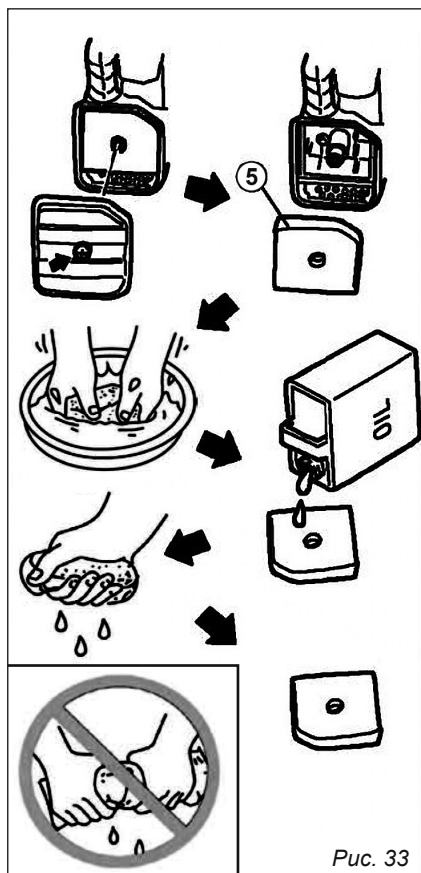

Рис. 33
При обнаружении любых дефектов фильтрующий элемент **⑤** заменить новым оригинальным, *рис. 33*.